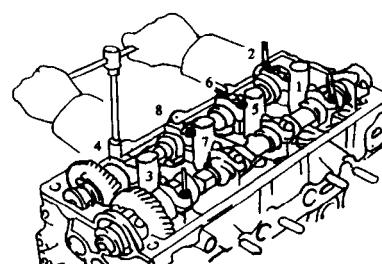

图2-5 拧松轴承盖螺栓的顺序
d. 按图2-5所示顺序，均匀地分几次拧松并卸下8个轴承盖螺栓。